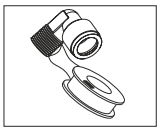

Bild. 6
- 1) Wind several layers of Teflon tape onto connectors thread. Wind the tape in counter clock direction (Fig. 6).
- 1) Das Gewinde der Kupplung mit mehreren Schichten Teflonband umwickeln. Gegen die Einschraubrichtung wickeln (Bild 6).